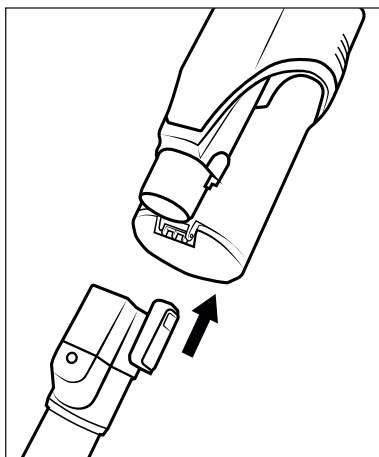

Fig. 1
- 1) Monte o tubo de aspiração no aparelho, encaixando-o até ouvir um estalido (ver fig. 1).